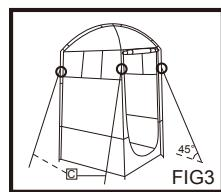

FIG3
6. Bind één uiteinde van het spantouw <C> op de vier hoekringen van de buittent <A>. (FIG3)
7. Bind het andere uiteinde aan de tentpinnen <D> en zet ze vast ze door de tentpinnen <D> in de grond te duwen. (FIG3)